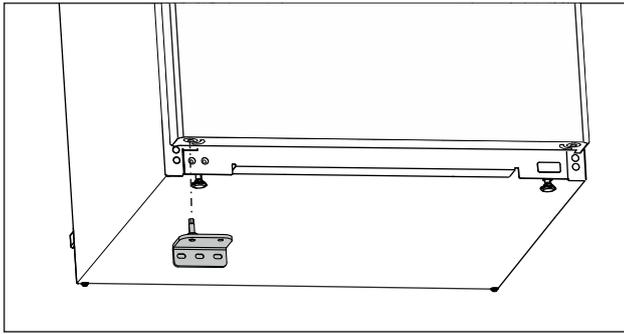

Fig. 25
- ▶ Unteren Lagerbock auf der Gegenseite einsetzen. (siehe Fig. 25)